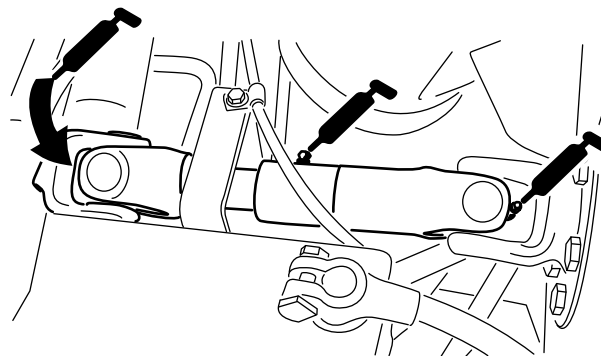

Figura 47
- Giunto ad U del semiassie fra motore e pompa (3) (Figura 47)